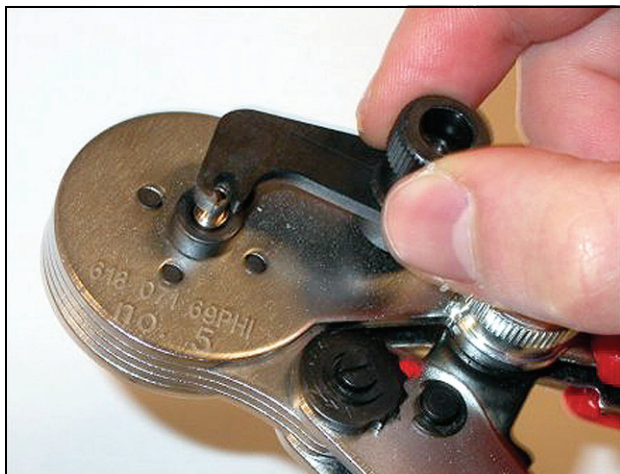

Abb. 29.22: Arretieren einer Hülse
- 20 Hülse mit dem kleinen Hebel sichern (siehe Abb. 29.22).